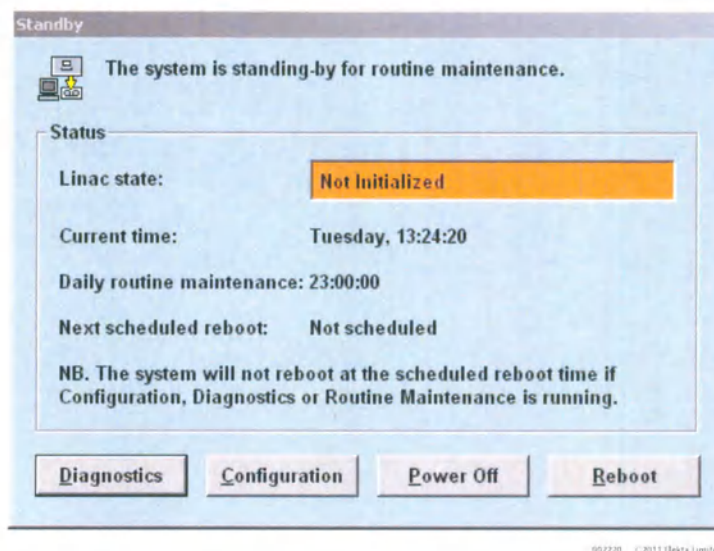

Рис. 5.3 Диалоговое окно ожидания
- 4 Убедитесь, что диалоговое окно **Standby** (Режим ожидания) отображается и содержит следующую информацию: **Linac state** (Состояние линейного ускорителя) и **Next scheduled reboot** (Следующая запланированная перезагрузка) (см. Рис. 5.3).